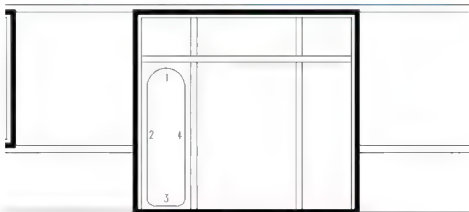

图 4.37 门扇右下角倒出半径为 100mm 的圆角
② 在指定圆角半径: 提示下, 输入“100”, 指定圆角半径为 100mm。
③ 在选择第一个对象或 [放弃(U)/多段线(P)/半径(R)/修剪(I)/多个(M)]: 提示下, 单击 3 线偏右的位置, 选择 3 线。
④ 在选择第二个对象, 或按住 Shift 键选择要应用角点的对象: 提示下, 单击 1 线偏下的位置, 选择 4 线, 结果如图 4.37 所示。